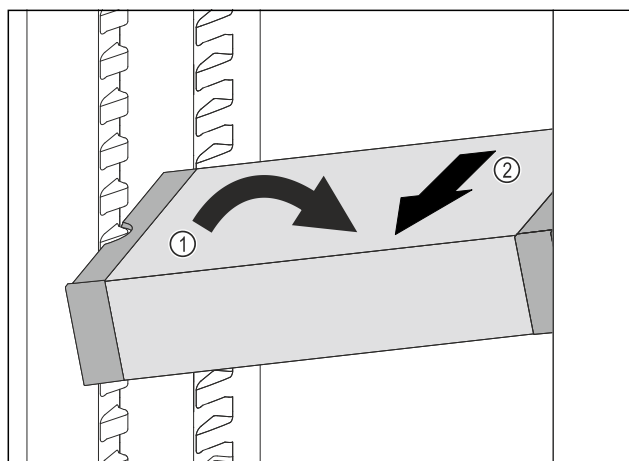

Fig. 88
- Állítsa ferde helyzetbe a VarioSafe-fiókot a hűtőrésszen. Fig. 88 (1)
- Előrefelé vegye ki a VarioSafe-fiókot. Fig. 88 (2)